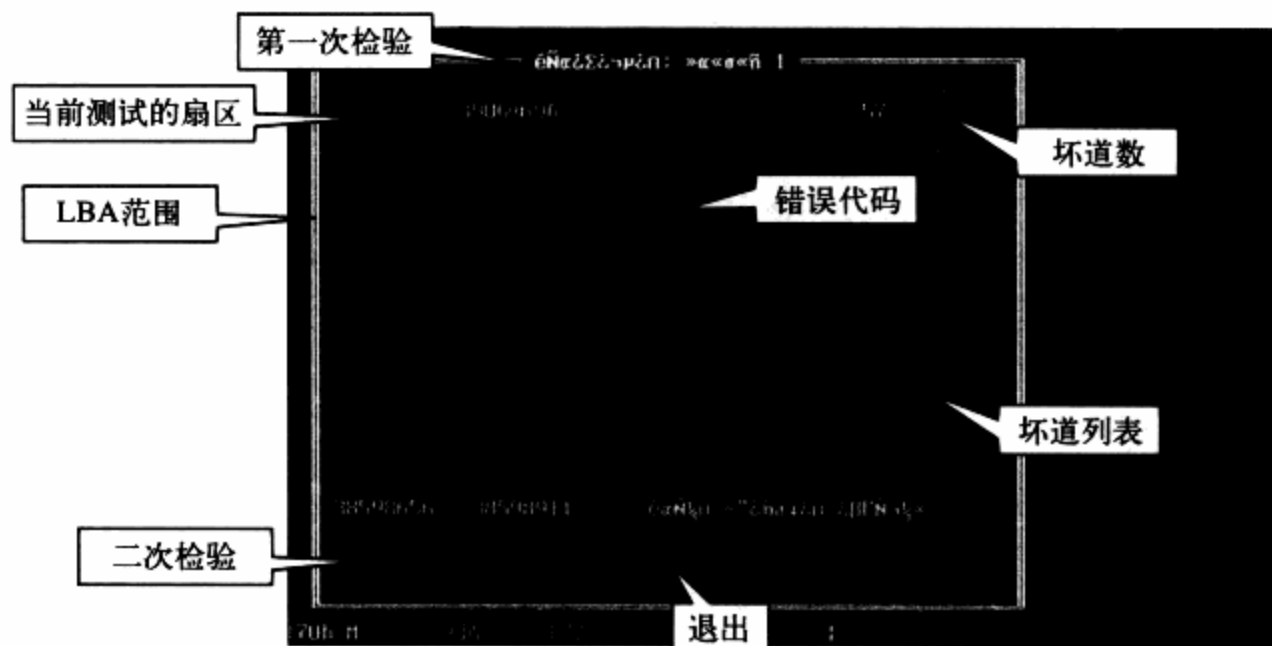

图9-14 第一次检验界面
**步骤 03** 按Tab键选择要填的参数，然后输入所对应的参数。读取时间一般设置为100~250s，超过这个值作为坏道处理。等各个参数设置完后，按Tab键，把光标移动到OK选项上，按Enter键，进入第一次检验，如图9-14所示。